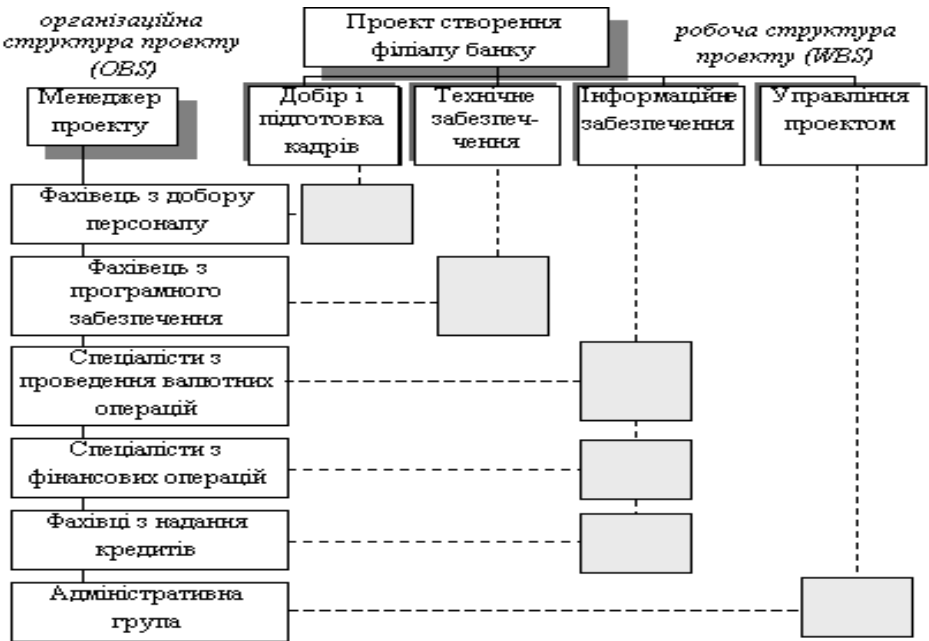

Рис. 1. Двоспрямована структура проекту створення філіалу банку
3. Двоспрямована структуризація проекту полягає в поєднанні робочої та організаційної структури проекту. Вона передбачає: робочу структуру проекту (WBS); організаційну структуру проекту (OBS); облік витрат; описання робочих пакетів; систему кодування; словник використання WBS (каталог “Витрати-час-ресурси”). Організаційна структура будується аналогічно робочій структурі. Тобто на першому рівні відображається організаційна структура, як єдиний елемент, а на нижчих рівнях відбувається поділ структури на основні елементи. Розподіл WBS здійснюється до робочого пакета, а OBS – до рівня груп, які виконують найнижчий рівень робіт. Кількість рівнів залежить від розміру проекту. Поєднання робочої та організаційної структур дає можливість інтегрувати, планувати, контролювати роботу та порівнювати її виконання по підрозділах і в цілому по організації. Якщо зобразити робочу структуру по горизонталі, а організаційну структуру – по вертикалі, то отримаємо на перетині елементи двоспрямованої структури (рис. 1). Кожна з них має свої ресурси, свій бюджет, що створює систему обліку витрат. За це відповідає менеджер-обліковець, який входить до складу адміністративної групи.